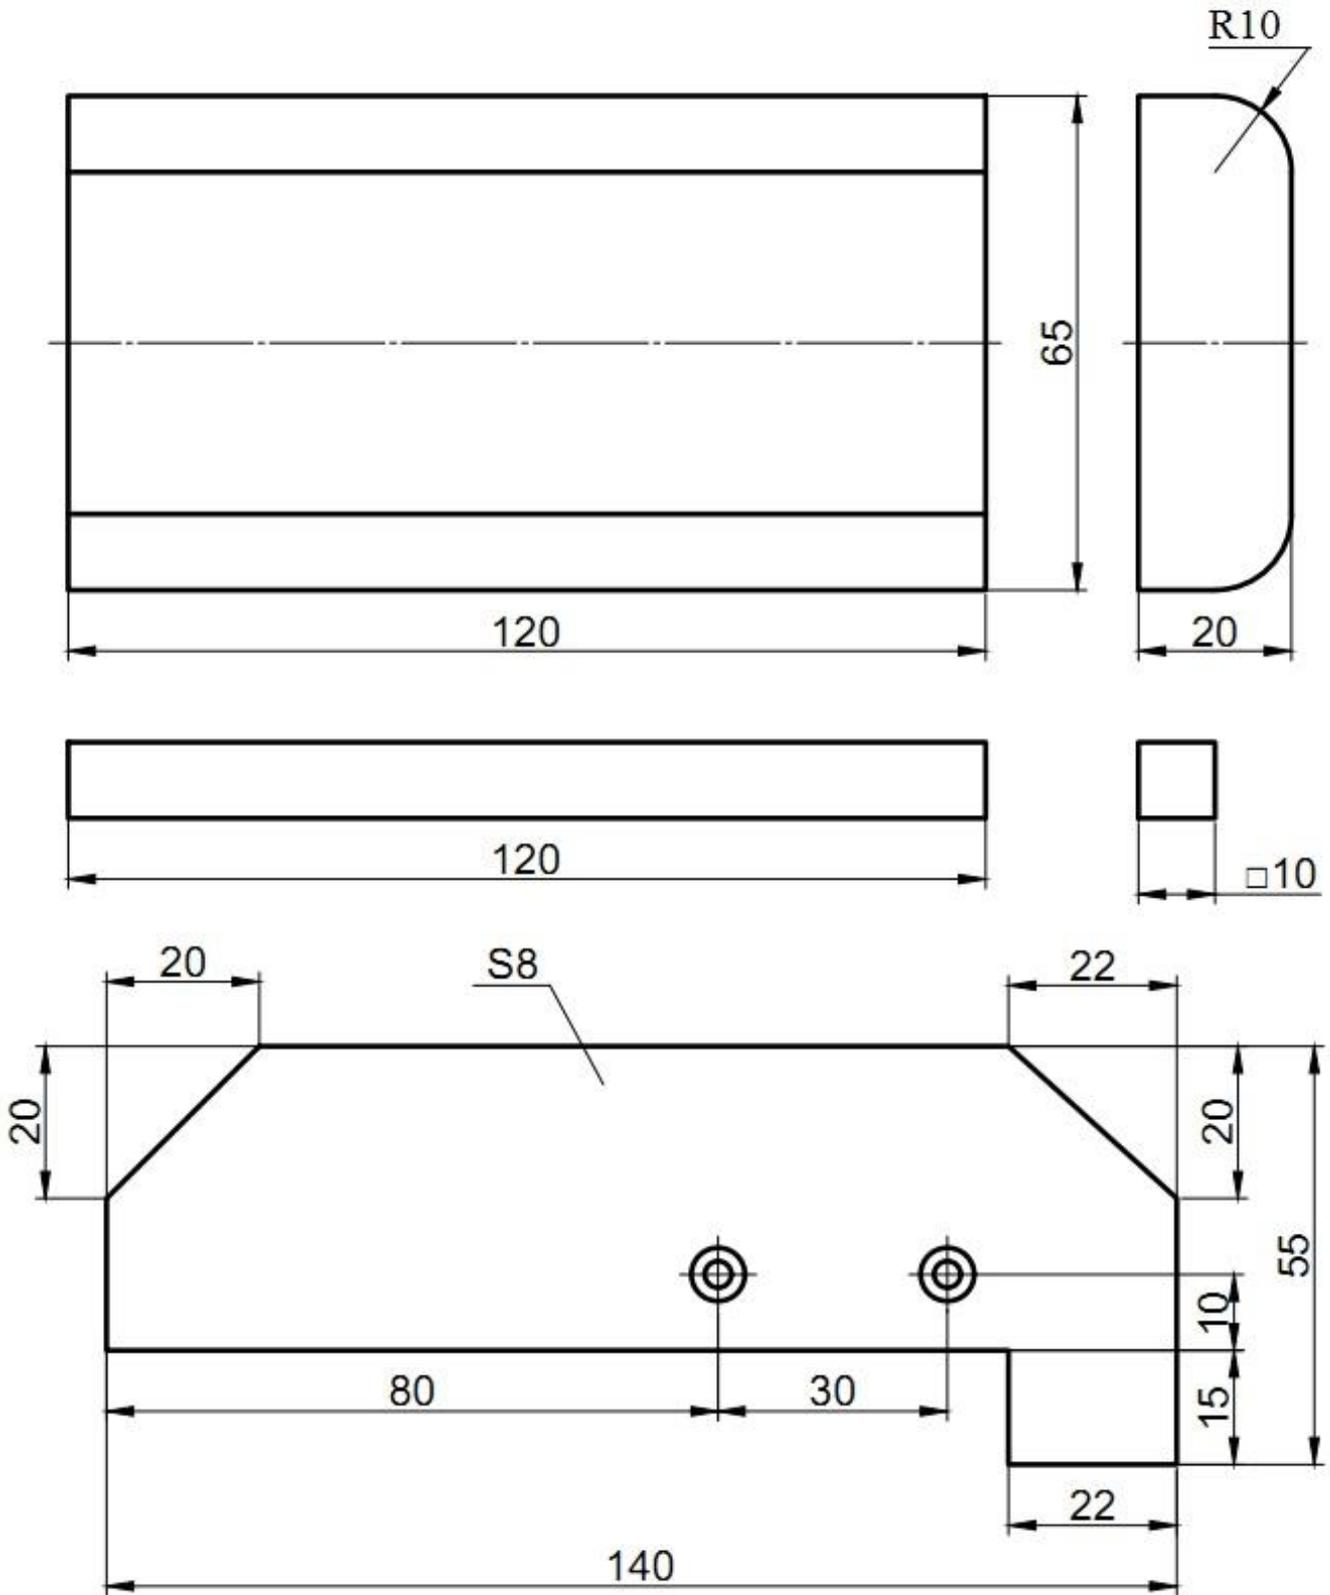

Рис.2
1. По данному образцу (Рис. 1) и эскизу (Рис. 2) изготовить направитель для пиления;